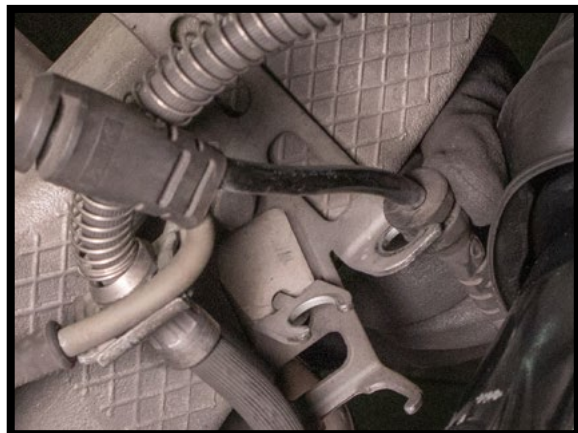

图25
9. 将轮速传感器电线重新与安装支架连接。(图 25·26·27)